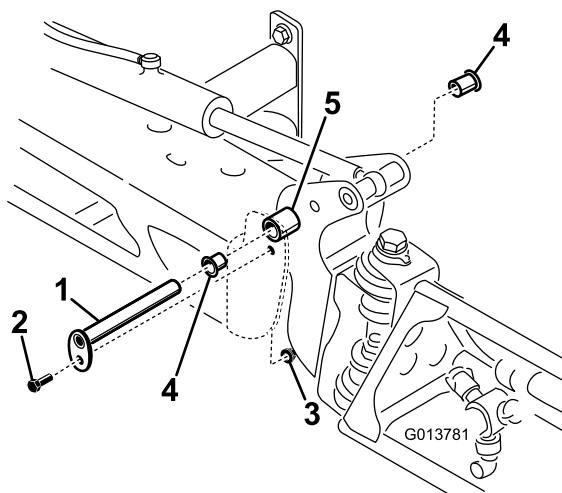

Figure 95
3. Lorsque le poids de la rampe est supporté, retirez le boulon et l'écrou de fixation de l'axe de pivot à l'ensemble rampe (Figure 95).
4. Retirez l'axe de pivot (Figure 95).
6. Déposez et examinez les bagues en nylon à l'avant et à l'arrière du support de pivot (Figure 95).
8. Montez l'ensemble rampe et support de pivot dans le bâti central en alignant les ouvertures (Figure 95).